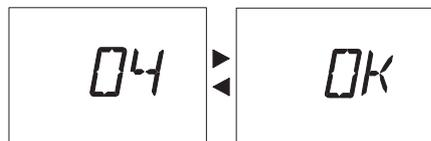

Рис. 33
- 7 Через 5 секунд после ввода желаемого значения **Внутреннего водонагревателя** произойдет автоматическое сохранение настройки, после чего на ЖК-дисплее отобразится надпись **OK** (Рис. 33) в качестве подтверждения сохранения.